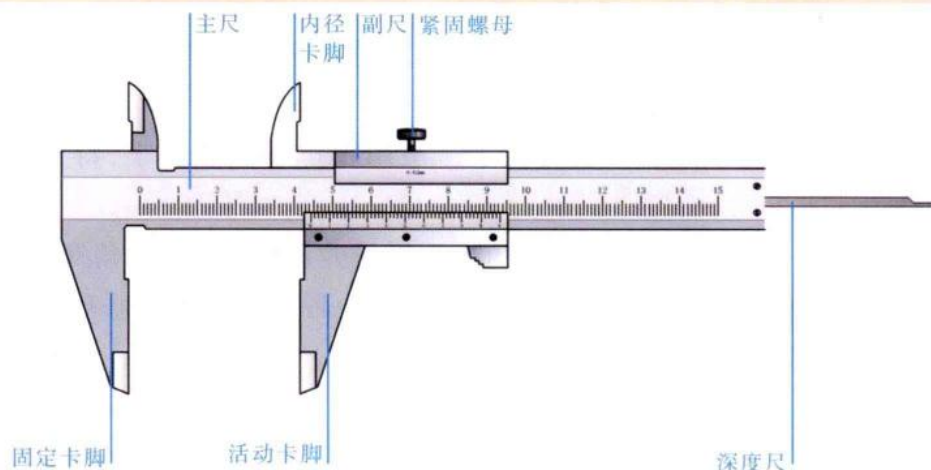

图1-5 游标卡尺
**游标卡尺** 是一种中等测量精度的量具,可以测量精度高一点的尺寸,如图1-5所示。